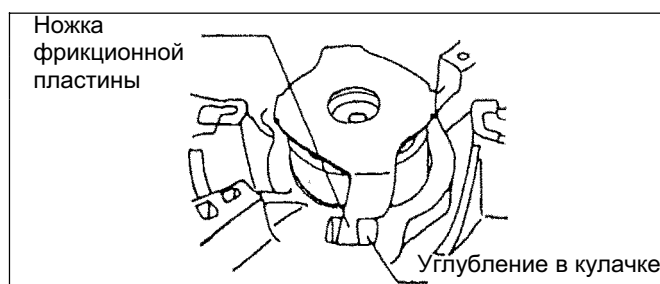

Рис. 10-14
- 3: вставить две ножки фрикционной пластины в углубления собачки (см. рис. 10-14)
(3) Затянуть установочный винт (операция выполняется вдвоем), для этого: